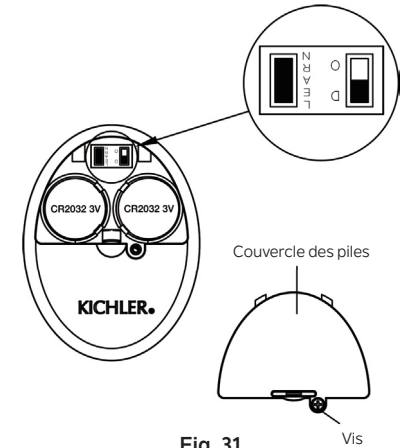

Fig. 31
**Fonctionnement par temps chaud :** Avant (sens anti-horaire). Un flux d'air descendant crée un effet de refroidissement (Fig. 31). Cela vous permet de régler votre climatiseur sur un réglage plus chaud sans affecter votre confort général.